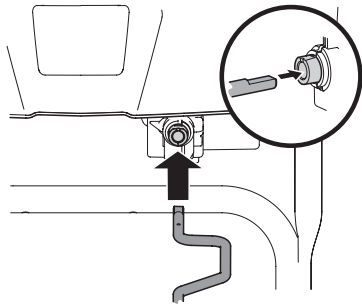

Figura 2-46
5. Inserte el otro extremo de la varilla de control del canal en el acoplador que se encuentra debajo del panel de la manija. Asegúrese de alinear el extremo plano de la varilla y el extremo plano del acoplador. Puede ser necesario girar la varilla hasta que se alineen estas dos superficies. Consulte el recuadro Figura 2-46.